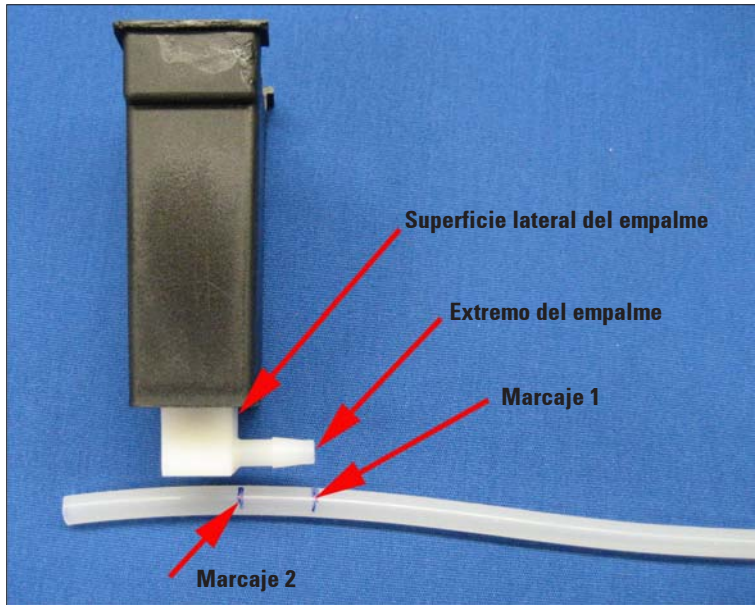

Fig. 25
- Alinear el marcaje 1 con el extremo del empalme y colocar un segundo marcaje ("marcaje 2"), que señale la superficie lateral del empalme (Fig. 25).